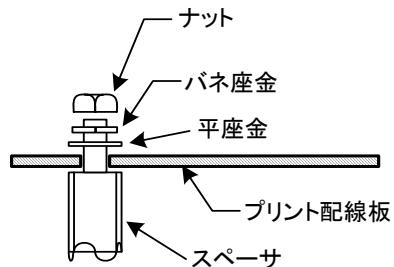

図10
- ⑭ 圧電ブザー（BZ1）は、部品裏面に両面テープを貼り、組立図を参考にしてプリント基板の空いているスペースに貼り付ける。
- ⑮ スペーサの取り付け方を図10に示す。締め付けトルクについては、⑬項と同じ。